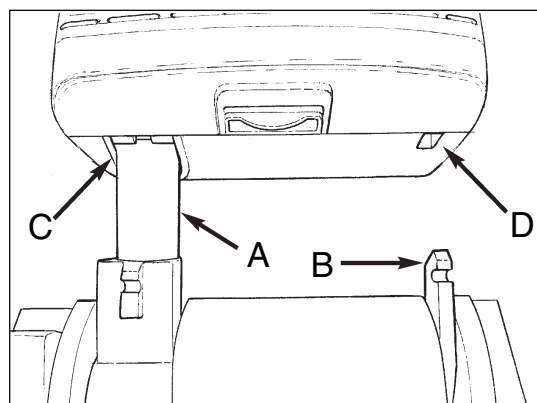

Figura 2
- a. Coloque el alojamiento del depósito sobre el alojamiento del cepillo (consulte la figura 2).
- b. Alinee el conducto de aireación giratorio (A) y el soporte del depósito giratorio (B) con los orificios (C y D) en la base del alojamiento del depósito (consulte la figura 2)